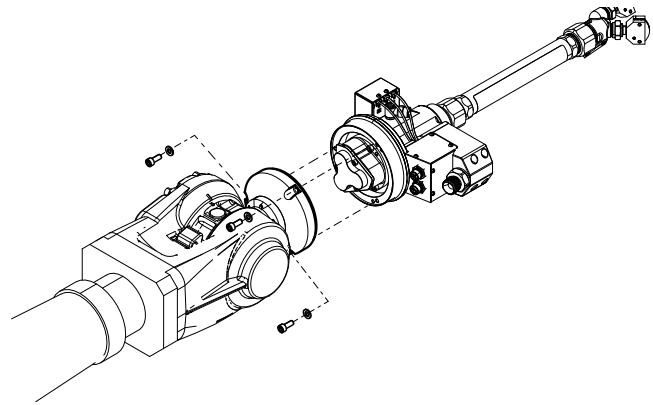

FIG. 11
5. Quite los tornillos que sujetan el alojamiento de pieza giratoria (511) al soporte antirrotación.
6. Afloje los tres tornillos que sujetan la pistola 3D Switch SST a la brida de montaje del robot. Consulte la FIG. 11.